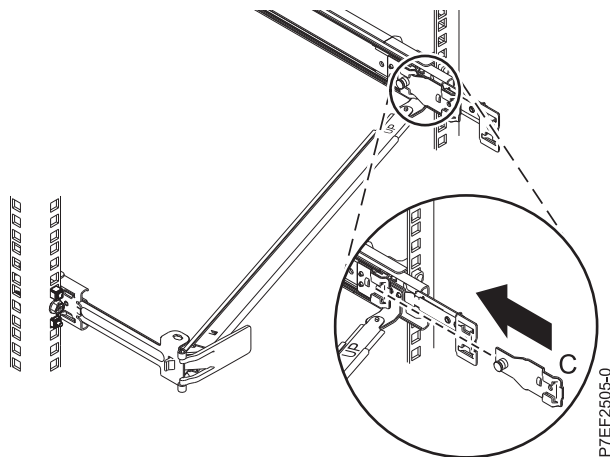

Abbildung 14. Halterung in der Schiene installieren
6. Bringen Sie den Kabelträgerhaltewinkel (**B**) an der Aussparung an der Innenseite der linken Schiene an, indem Sie den Haltewinkel (**B**) in die Schiene schieben, bis der gefederte Stift einrastet. Einzelheiten finden Sie unter Abb. 14 auf Seite 11.